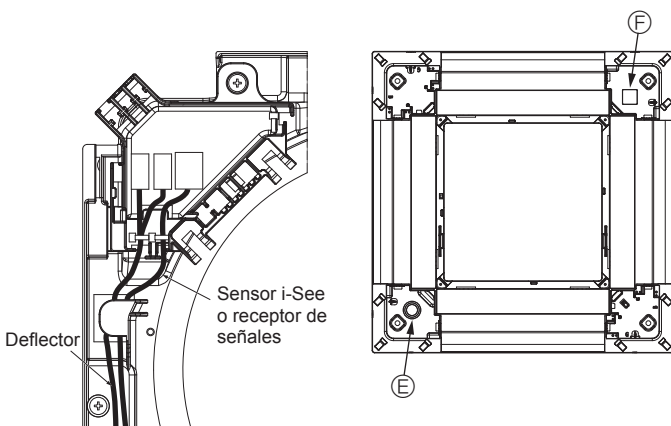

Fig. 5-14
- Coloque los cables del sensor i-See y del receptor de señales como se indica en la Fig. 5-14.